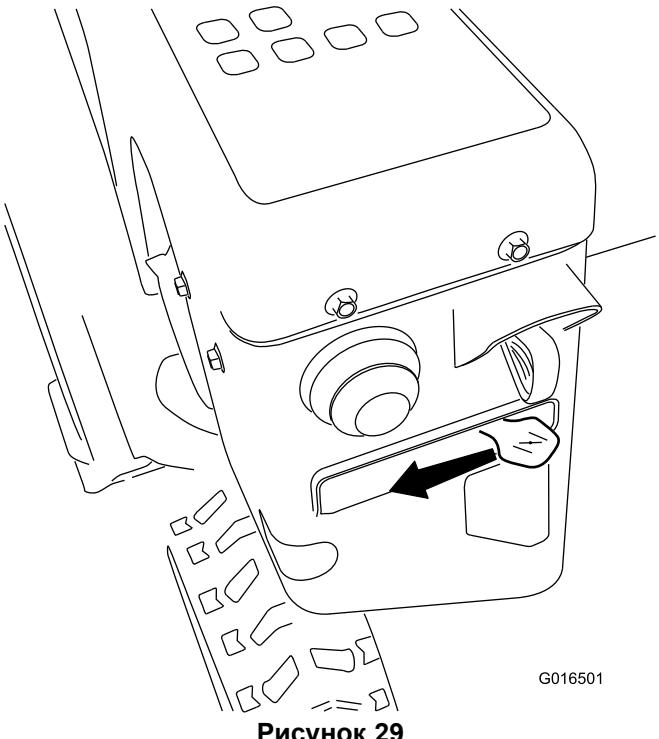

Рисунок 29
- Переведите заслонку в положение Choke (Заслонка) (Рисунок 29).